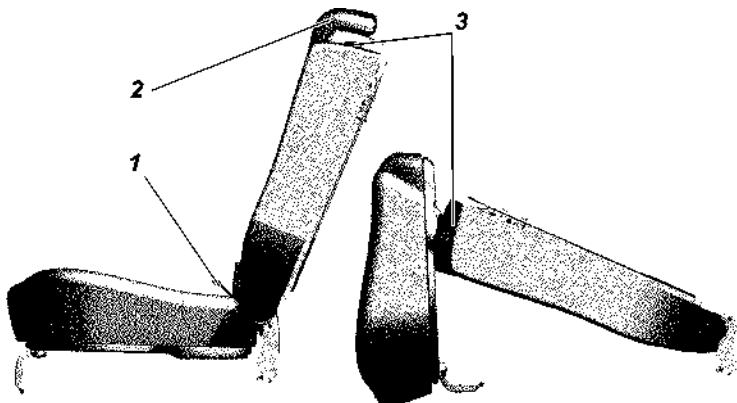

Рис. 3.47. Заднее трехместное сиденье:
Заднее трехместное сиденье (рис. 3.47) состоит из одноместной и двухместной подушки и одноместной и двухместной спинки.
-потяните за петлю 1 (рис. 3.47) (предварительно надавив на подушку, только для УАЗ ПИКАП), установите подушку в вертикальное положение;
-потяните за рычаг 3 по направлению движения автомобиля, освободив спинку, уложите ее, как показано на схеме, рис. 3.47;